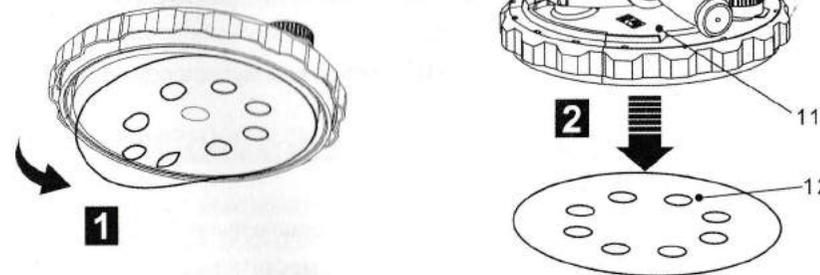

Рис.3
- > Возьмитесь за уголок наждачной бумаги (12) и отлепите от основания (11) (Рис. 3).